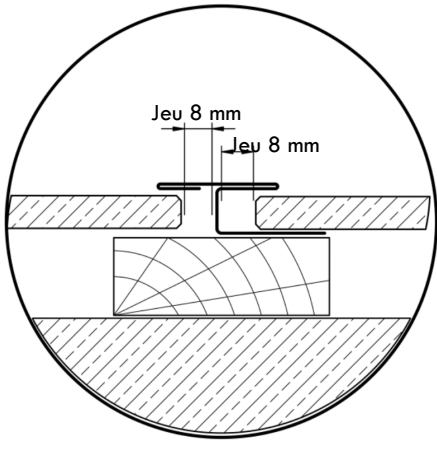

Fig.11 - Fractionnement de façade :
- Pour la pose verticale : En réalisant un joint avec le mastic CanExel® et en laissant un jeu de 6 mm entre les deux lames ou en utilisant un Larmier de 20 mm pour réaliser un joint de fractionnement (fig.11).